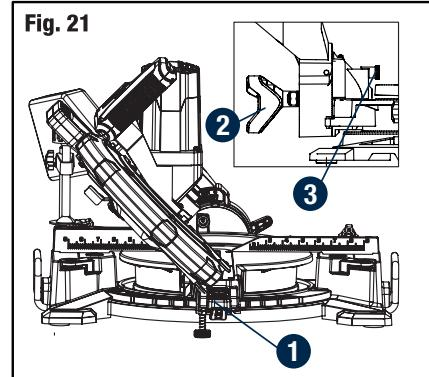

Fig. 21
**COUPE EN BISEAU (fig. 21)**
- Assurez-vous de régler la table à 0°, puis verrouillez la poignée de verrouillage des onglets (1). • Réglez la goupille de blocage afin de libérer la tête de coupe.
- Desserrez la molette de verrouillage du biseau (2) en la tournant dans le sens horaire et réglez la tête de coupe pour obtenir l'angle désiré. Veuillez noter que lorsque vous réglez l'angle du biseau de la tête de coupe vers la droite, vous devez tout d'abord retirer la goupille d'arrêt à 0° (3). Sinon, la tête de coupe ne sera pas réglée vers la droite. La lame peut être positionnée à tout angle, allant d'une coupe droite à 90° (0° sur l'échelle) à une coupe en biseau à 45° vers la gauche ou la droite.